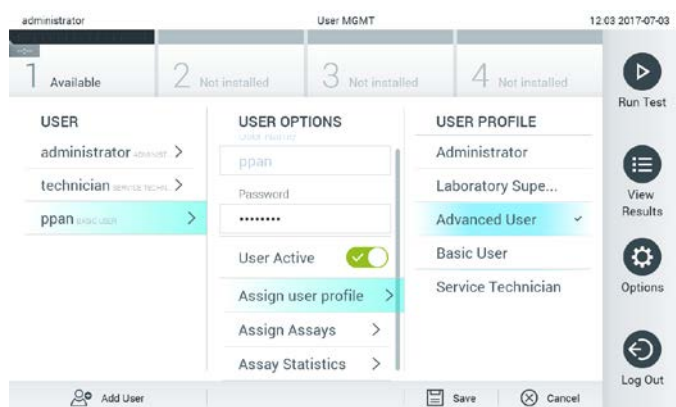

Figura 53. Atribuindo perfis a usuários.
- Assign User Profile (Atribuir perfil de usuário): permite atribuir um perfil de usuário diferente (por ex., Administrator [Administrador], Laboratory Supervisor [Supervisor de laboratório], Advanced User [Usuário avançado], Basic User [Usuário básico]). Selecione o perfil de usuário adequado a partir da lista à direita da área de conteúdo (Figura 53).